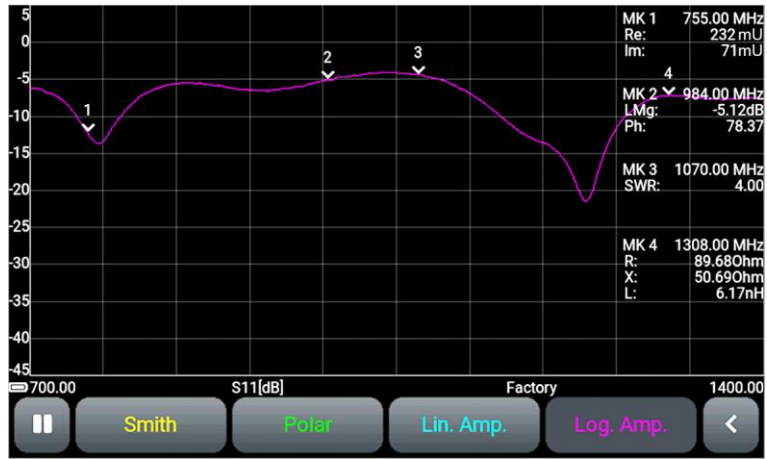

Рисунок 10.9 – Логарифмический график магнитуды КО
10.5.1. На графике отображается зависимость магнитуды КО и КП от частоты в логарифмическом масштабе, в дБ (Рисунок 10.9.). Вертикальная шкала графика отображается в дБ.